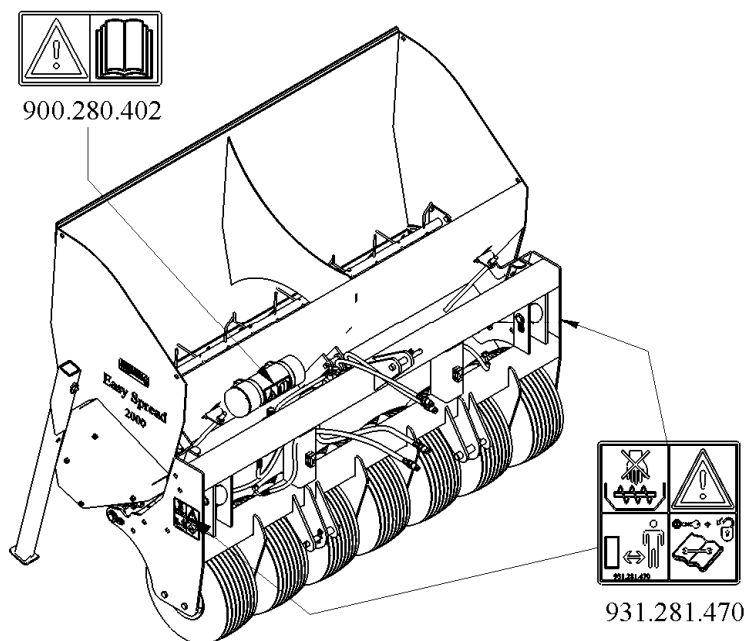

Abbildung 5
Beidseitig der Easy Spread befindet sich seitlich ein Sicherheitsaufkleber (Abb. 5) mit einem entsprechenden Warnhinweis. Dieser Sicherheitsaufkleber muss jederzeit gut sichtbar und lesbar sein und ist, sollte er beschädigt sein, unverzüglich zu ersetzen.
- (7) Position der Sicherheitsaufkleber (Abb. 5)